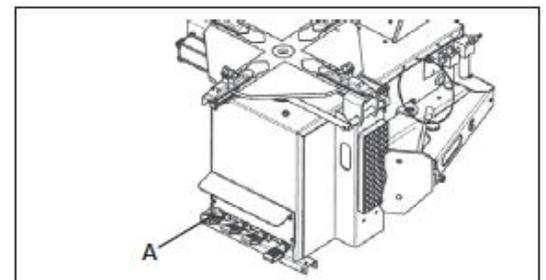

Рис. 14
- 1) Установите стойку станка в рабочее положение с помощью педали А (Рис. 14);
6) Когда сборка колеса будет завершена, извлеките специальный инструмент и установите его в нейтральное положение путем нажатия педали А (Рис. 14).